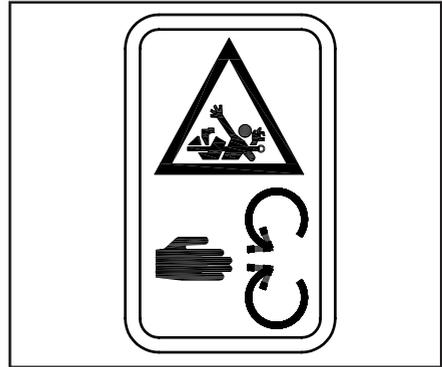

Abb. 2.26.2
29.3 580A1607 (Abb.2.26.2)**Gefahr des Verfangens**